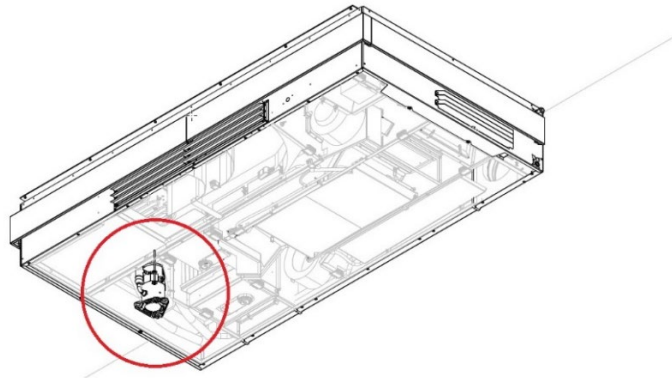

Abbildung 21: Kompressor
1. Suchen Sie den Kompressor, siehe Abbildung 21 unten.